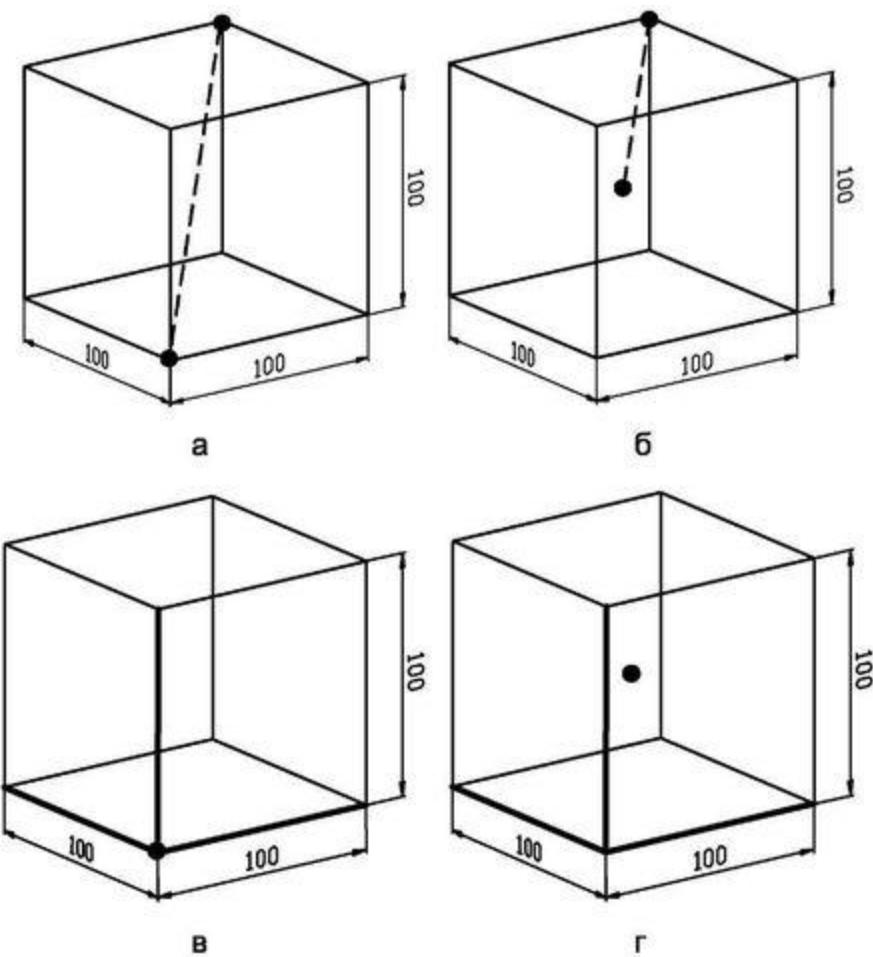

Рис. 11.2. Способы построения параллелепипеда
положение на экране (рис. 11.2а).
Ввести координаты геометрического центра параллелепипеда и одного из его углов (рис. 11.2б). Для этого необходимо в ответ на вопрос *Specify corner of box or [Center] <0,0,0>* выбрать параметр *Center*, после чего на вопрос *Specify center of box <0,0,0>* ввести координаты геометрического центра, а после появления следующей подсказки *Specify corner or [Cube/Length]* определить положение любой вершины.
Ввести координаты первой вершины, а потом перейти к размерам сторон (рис. 11.2в). Для перехода к длине, ширине и высоте параллелепипеда нужно на подсказку *Specify corner or [Cube/Length]* ввести параметр *Length*, после чего ответить на три вопроса:
4. Ввести координаты геометрического центра, а затем перейти к размерам сторон (рис. 11.2 г). Чтобы определить положение центра коробка, нужно в ответ на вопрос *Specify corner of box or [Center] <0,0,0>* выбрать параметр *Center*, после чего на вопрос *Specify center of box <0,0,0>* ввести соответствующие координаты. Для перехода к длине, ширине и высоте параллелепипеда нужно на подсказку *Specify corner or [Cube/Length]* ввести параметр *Length*, после чего ответить на три вопроса (см. выше).